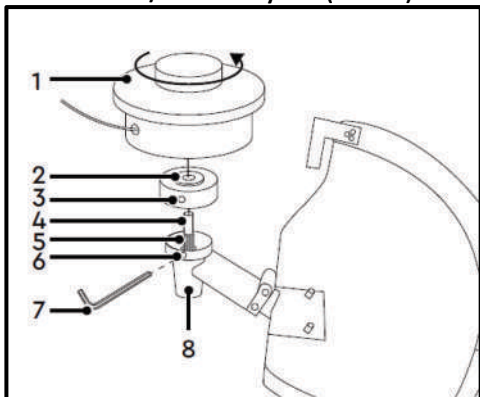

Рис. 24
Встановлення/зняття котушки (Рис. 24)
- Встановіть на шліці (5) шпинделя (4) шліцьову привідну шайбу (2) з посадковою сходиною.
- Обертаючи шліцьову привідну шайбу (2), сумістіть її отвір (3) з отвором (6) нижнього редуктора (8).
- Заблокуйте обертання шпинделя (4) та шліцьової привідної шайби (2), встановивши ключ (7) в отвори (6) нижнього редуктора (8) та в отвір (3) шліцьової привідної шайби (2).
- На різьбу шпинделя (4) нагвинтіть до упору котушку (1), обертаючи її в напрямку стрілки, як показано на (Рис. 24), після чого витягніть ключ (7).